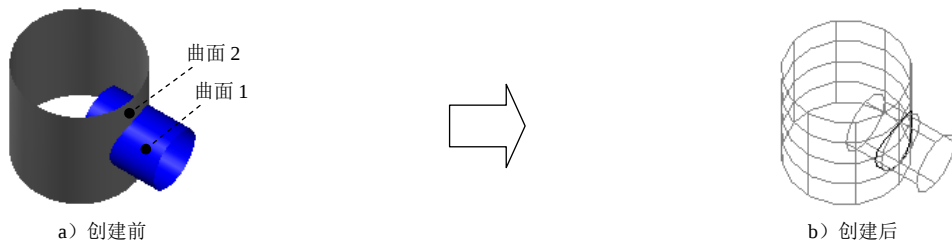

图 6.9.1 创建曲面交线
使用命令可以在两个曲面或实体的相交位置创建一条曲线。下面以图 6.9.1 所示的模型为例，讲解曲面交线的创建过程。
Step3. 定义相交曲面。在绘图区选取图 6.9.1 所示的曲面 1 为第一曲面，然后在“标准选择”工具栏中单击按钮完成第一曲面的定义；在绘图区选取图 6.9.1 所示的曲面 2 为第二曲面，然后在“标准选择”工具栏中单击按钮完成第二曲面的定义，此时，“曲面交线”工具栏中的参数被激活，如图 6.9.2 所示。